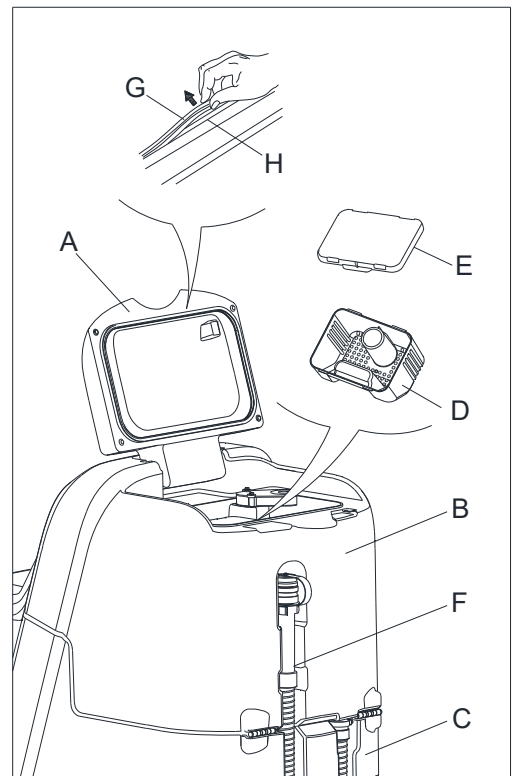

Abbildung 25
2. Stellen Sie sicher, dass die Maschine ausgeschaltet ist und der Zündschlüssel (40) abgezogen wurde.
3. Drehen Sie den Deckel des Sammelbehälters (A, Abbildung 25) in eine 90-Grad-Position, in der er vom Tank abgenommen werden kann, und nehmen Sie dann den Schmutzsammelbehälter (D, E, Abbildung 25) aus dem Tank.
4. Reinigen Sie den Deckel des Sammelbehälters (A), den Sammelbehälter (B), den Wassertank (C) und den Schmutzsammelbehälter (D, E, Abbildung 25). Leeren Sie den Sammelbehälter mit dem Ablassschlauch (G, Abbildung 25).
6. Überprüfen Sie die Kontaktfläche der Dichtleiste (G) auf Integrität und ausreichende Abdichtung. Nehmen Sie die Dichtleiste ggf. aus der Tankrinne (H) und tauschen Sie sie aus. Bringen Sie die neue Dichtleiste wie in Abbildung 25 gezeigt an. Das Gelenk muss sich wieder im mittleren Bereich befinden.
7. Schließen Sie den Schmutzwassertankdeckel (A, Abbildung 25).